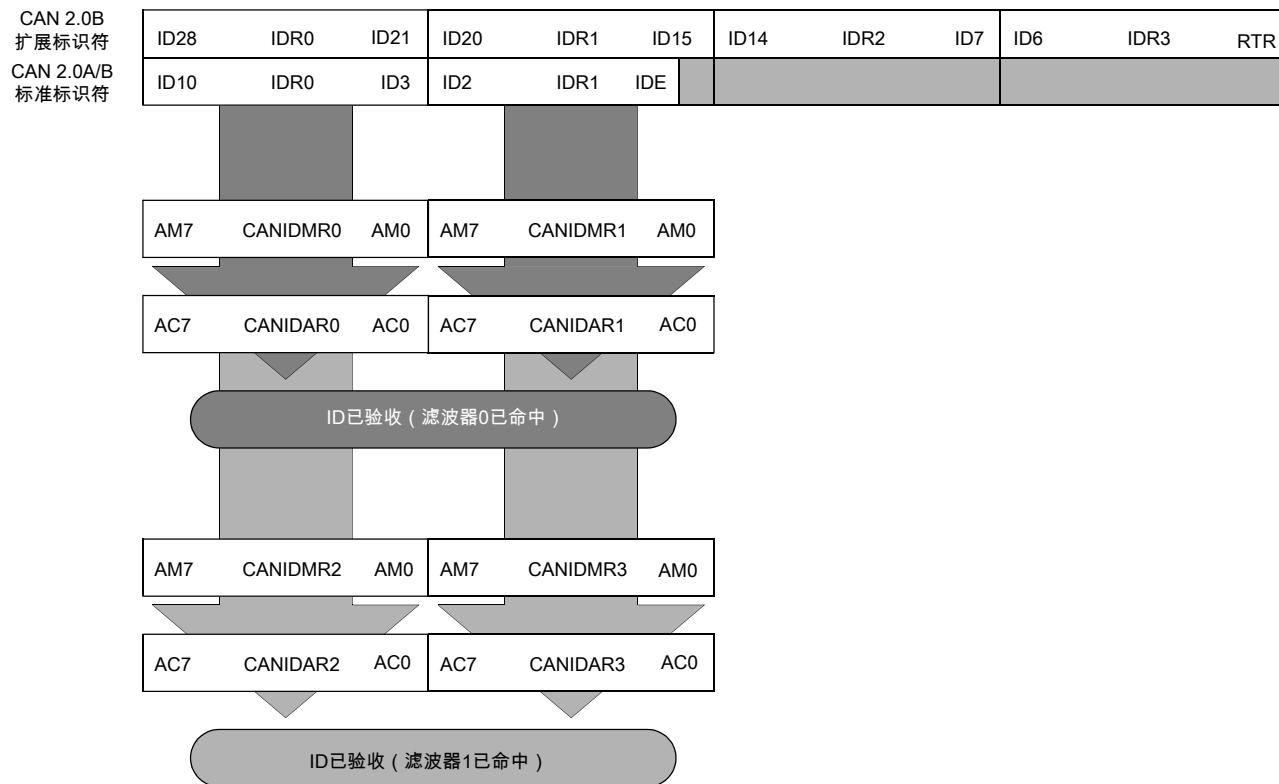

图 32-6. 16 位可屏蔽标识符验收滤波器
- 标准标识符的 11 位以及 CAN 2.0A/B 报文的 RTR 位和 IDE 位。图 32-6 显示首个 32 位滤波器组(CANIDAR0–CANIDAR3, CANIDMR0–CANIDMR3)如何产生过滤器 0 和 1 命中。类似地，第二个滤波器组(CANIDAR4–CANIDAR7, CANIDMR4–CANIDMR7)产生滤波器 2 和 3 命中。